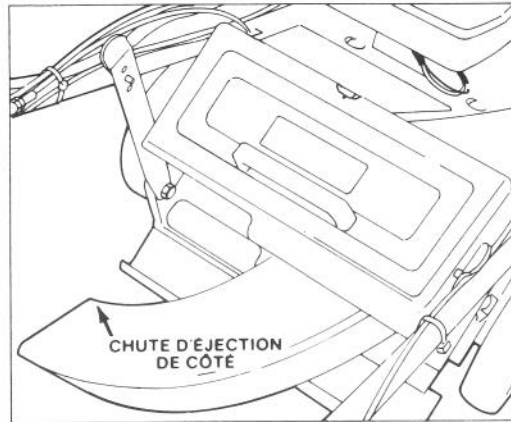

Figure 25
1. Ejecteur lateral (Modele n° 59112) – S'installe en quelques secondes, à l'arrière de la tondeuse, à la place du sac à herbe. Disperse l'herbe coupée tout en taillant sur les deux côtés (figure 25).